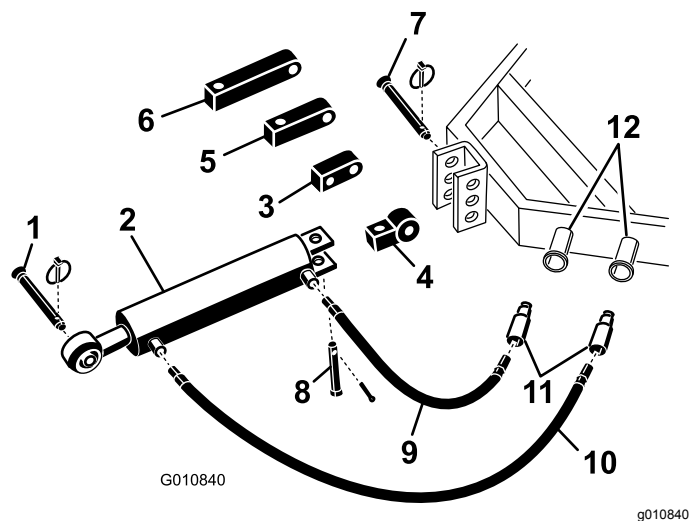

Figura 5
1. Fissate l'estremità della connessione dell'attacco idraulico superiore alla motrice con i perni in dotazione con la motrice stessa (Figura 5).
Nota: Se dovete posizionare il cilindro con i punti di collegamento rivolti verso l'alto, utilizzate la staffa rotante al posto della staffa di montaggio standard (Figura 5). Potete utilizzare un raccordo idraulico a 90° al posto della staffa rotante (i raccordi da 90° non sono inclusi).
- A. Rimuovete la coppiglia e il perno che fissano l'innesto di collegamento standard al cilindro (Figura 5). Staccate l'innesto di collegamento dal cilindro.
- B. Installate la staffa rotante sul cilindro usando il perno rimosso in precedenza (Figura 5).
vicina all'arieggiatore (Figura 5). Per prevenire eventuali perdite applicate sulla filettatura del flessibile un nastro o un composto sigillante per filetti.
3. Collegate il flessibile idraulico corto da 76 cm alla porta dell'attacco idraulico superiore più vicina alla motrice (Figura 5). Per prevenire eventuali perdite applicate sulla filettatura del flessibile un nastro o un composto sigillante per filetti.
Se il cilindro idraulico non arriva alla staffa di montaggio dell'arieggiatore, per collegare il cilindro alla motrice usate un innesto di prolunga al posto dell'innesto di montaggio standard (Figura 5).
- Rimuovete la coppiglia e il perno che fissano l'innesto di collegamento standard al cilindro (Figura 5). Staccate l'innesto di collegamento dal cilindro.
- Installate l'innesto di prolunga della lunghezza desiderata sul cilindro usando i perni rimossi in precedenza (Figura 5).